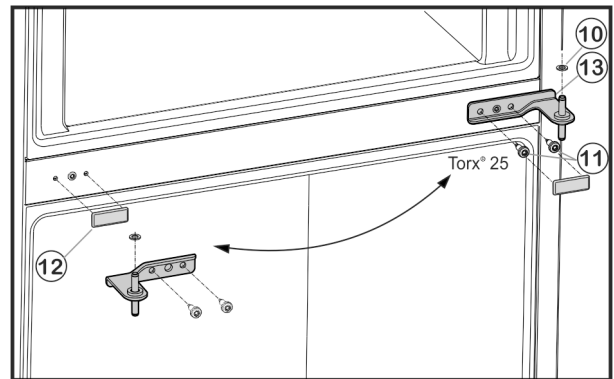

Fig. 6
- ▶ Desserrer les vis de fixation Fig. 6 (11) (2 fois Torx® 25) et retirer le support de palier du milieu de la porte inférieure.
- ▶ Retirer la rondelle en plastique Fig. 6 (10).
- ▶ Retirer le cache Fig. 6 (12) avec précaution.
- ▶ Replacer le cache Fig. 6 (12) du côté opposé.
- ▶ Remettre en place le support de palier du milieu Fig. 6 (13) à 180° dans la porte inférieure et la visser solidement à l'aide des vis de fixation Fig. 6 (11) (2 fois Torx® 25) sur le nouveau côté de la charnière (**avec 4 Nm**).
- ▶ Remettre en place la rondelle de plastique Fig. 6 (10).
- ▶ Mettre en place la porte supérieure sur le support de palier Fig. 6 (13).